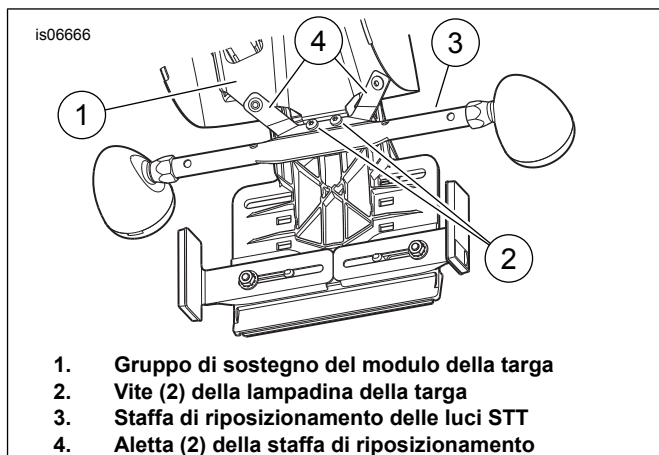

Figura 2. Installazione della staffa di riposizionamento per luci di arresto/posteriori/degli indicatori di direzione dei modelli FXS
1. Vedere Figura 2. **Allentare** le due viti autofilettanti (2) a testa bombata tipo TORX che fissano la lampadina della targa sul gruppo di sostegno del modulo della targa (1).